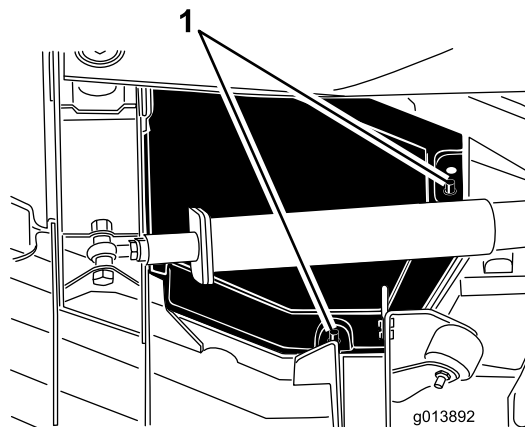

Figura 83
4. Levante as extremidades da cobertura interior e traseira dos polos de montagem (Figura 83).